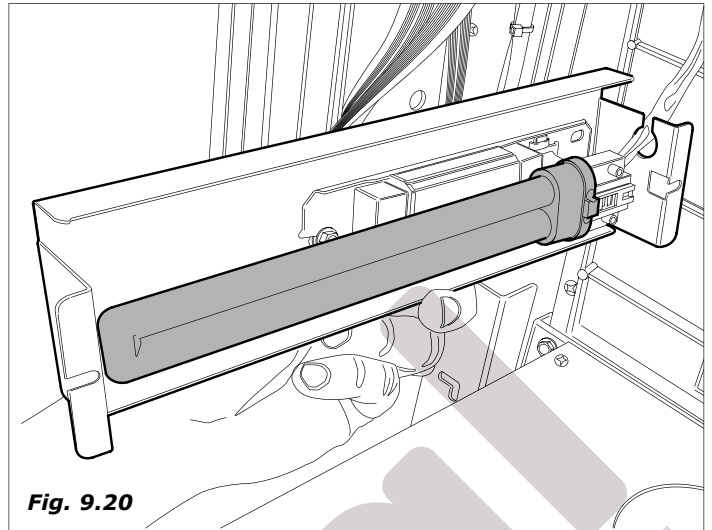

Fig. 9.20
- Quitar el cárter portalámparas extrayéndolo hacia la izquierda y girándolo sobre sí mismo (*Fig.9.20*). Extraer entonces el tubo de encastre que hay que sustituir.